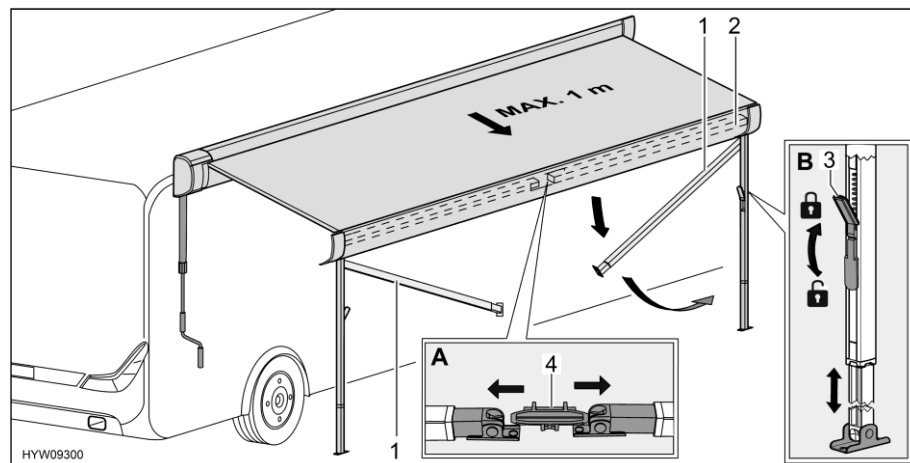

Fig. 15 Préparer les pieds d'appui
- Détacher les pieds d'appui (Fig. 15,1) de sur leur support (Fig. 15,4) situé dans le listeau frontal (Fig. 15,2). Pousser pour ce faire légèrement les pieds d'appui vers l'extérieur (Fig. 15,A).
- Débloquer les dispositifs de verrouillage (Fig. 15,3) des pieds d'appui. Pour ce faire, rabattre le levier de verrouillage vers le bas.
- Faire sortir la partie inférieure des pieds d'appui à la longueur désirée (Fig. 15,B).
- Bloquer les dispositifs de verrouillages (Fig. 15,3) des pieds d'appui. Pour ce faire, rabattre le levier de verrouillage vers le haut.